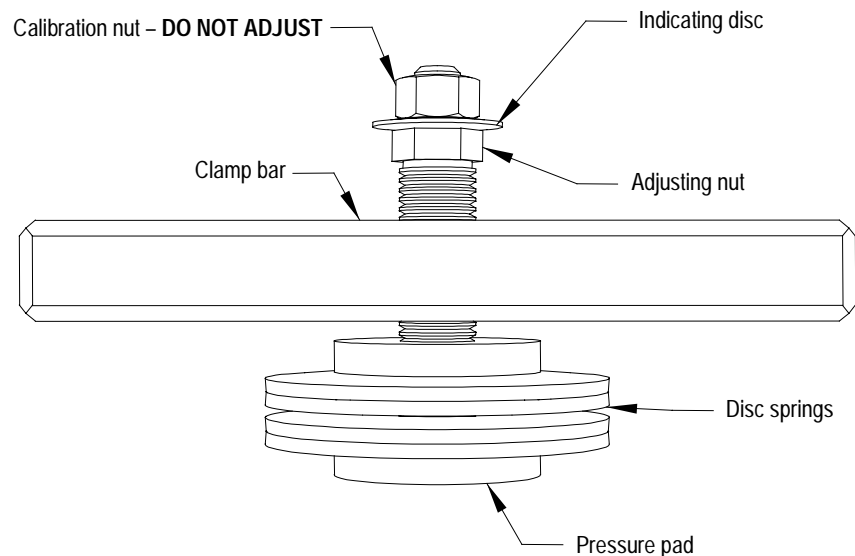

Bild 6.17 –Illustration des Spannkopfes
3. Der Kühlkörper mit dem Temperatursensor muß aus dem Power-Cage entfernt werden. Entfernen Sie die Spannvorrichtung (siehe Bild 6.17).